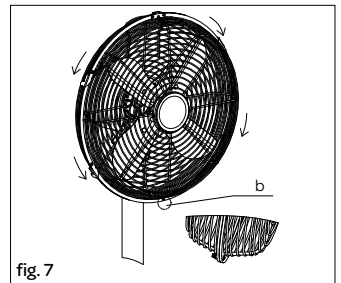

fig. 7
- Resserrez le boulon et l'écrou des cages sur le dessous [b] - fig. 7.